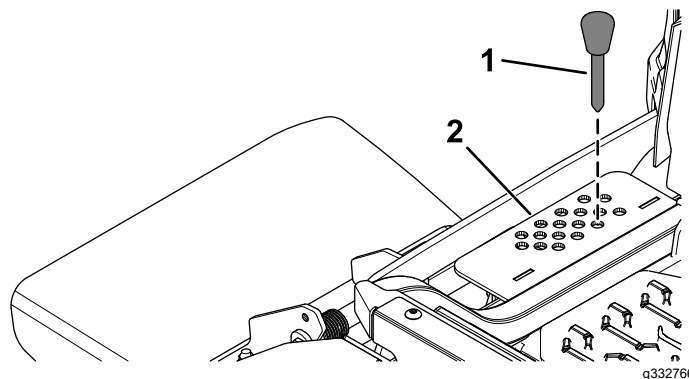

図 1
8. 刈高ブラケットから刈高ピンを抜き取る **図 1**。